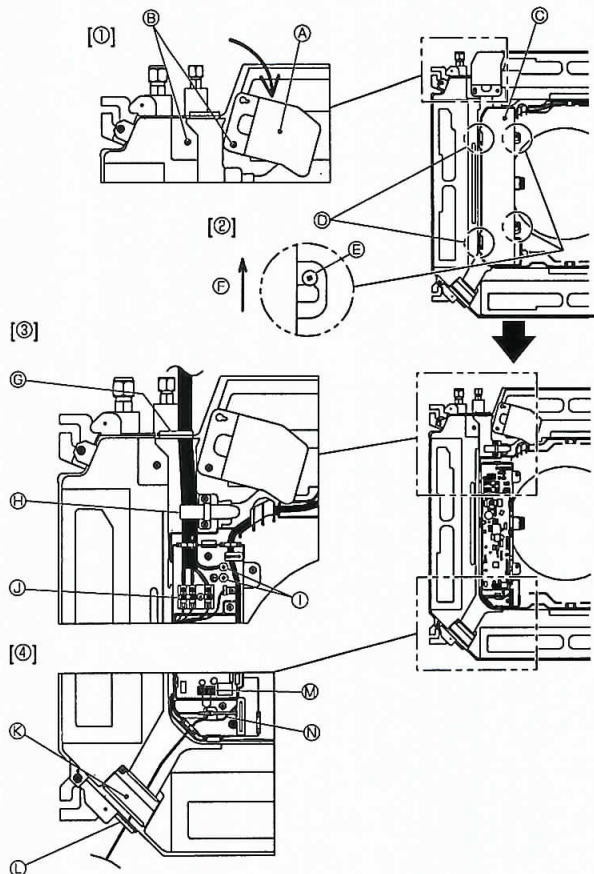
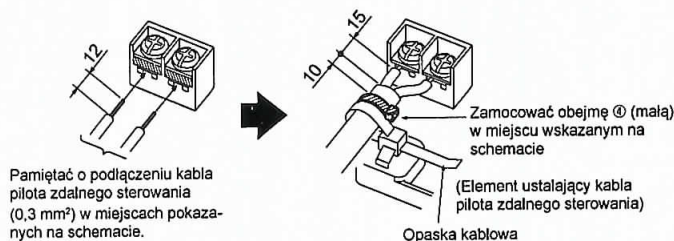

Fig. 6-1
Fig. 6-3
### 6.1. Jednostka wewnętrzna (Fig. 6-1)
1. Odkręć dwie śruby mocujące panel serwisowy okablowania elektrycznego, aby go otworzyć. [Fig. 6-1 ①]
2. Odkręć dwie śruby mocujące pokrywę skrzynki elektrycznej, a następnie przesuń pokrywę. [Fig. 6-1 ②]
3. Przeprowadź kabel zasilania, kabel połączeniowy jednostki wewnętrznej/zewnętrznej i kabel uziemienia przez odpowiednie przepusty kablowe pokazane na rysunku. [Fig. 6-1 ③]
Jeśli nie można użyć okrągłych zacisków zagniatanych, należy postępować zgodnie z procedurą na Fig. 6-3 - 6-6.
4. Przeprowadzić i podłączyć kabel pilota zdalnego sterowania przez przepusty kablowe przedstawione na schemacie. [Fig. 6-1 ④, Fig. 6-3]